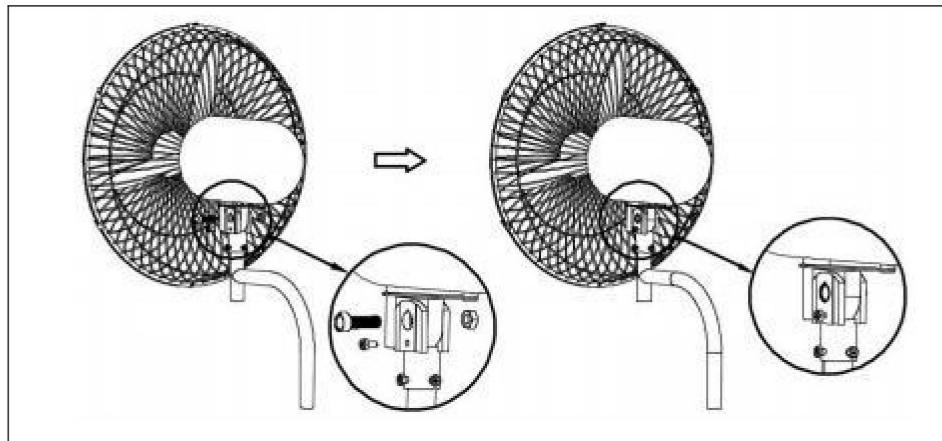

Fig.8.
Paso 3: Instalación del cuerpo del ventilador 1). Instale el cabezal del ventilador en el soporte, luego bloquee los tornillos del soporte 4 (10) y las tuercas del soporte 1 (11) y finalmente bloquee los tornillos del soporte 3 (9). Consulte la (Fig.8).